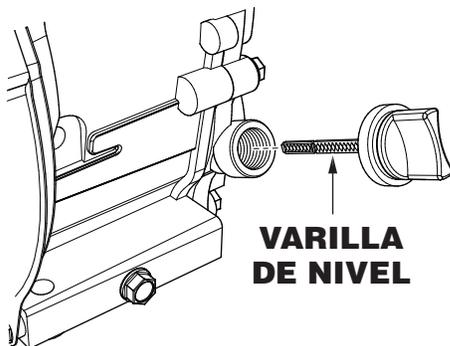

Figura 14. Varilla de nivel de aceite del motor
2. Saque la varilla de nivel (Figura 14) del orificio de llenado de aceite de motor y séquela con un trapo.